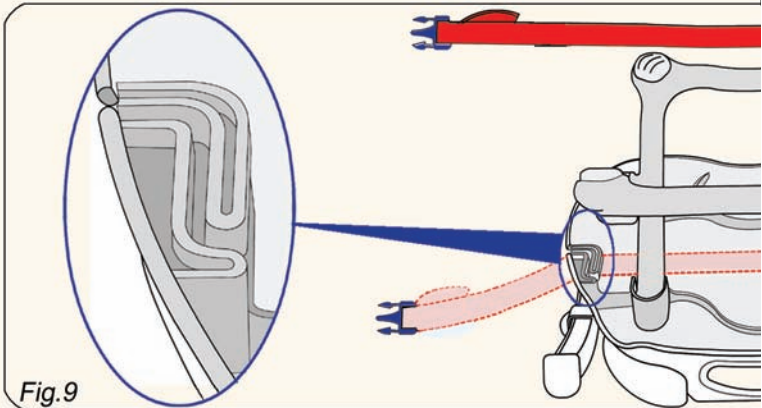

Fig.9
- Dopo aver abbassato lo schienale (fig.15), capovolgere il rialzo facendo attenzione al verso e alla posizione corretta della cintura "F", prima di inserirla nei rispettivi elementi di passaggio sinistro e destro (fig.9)